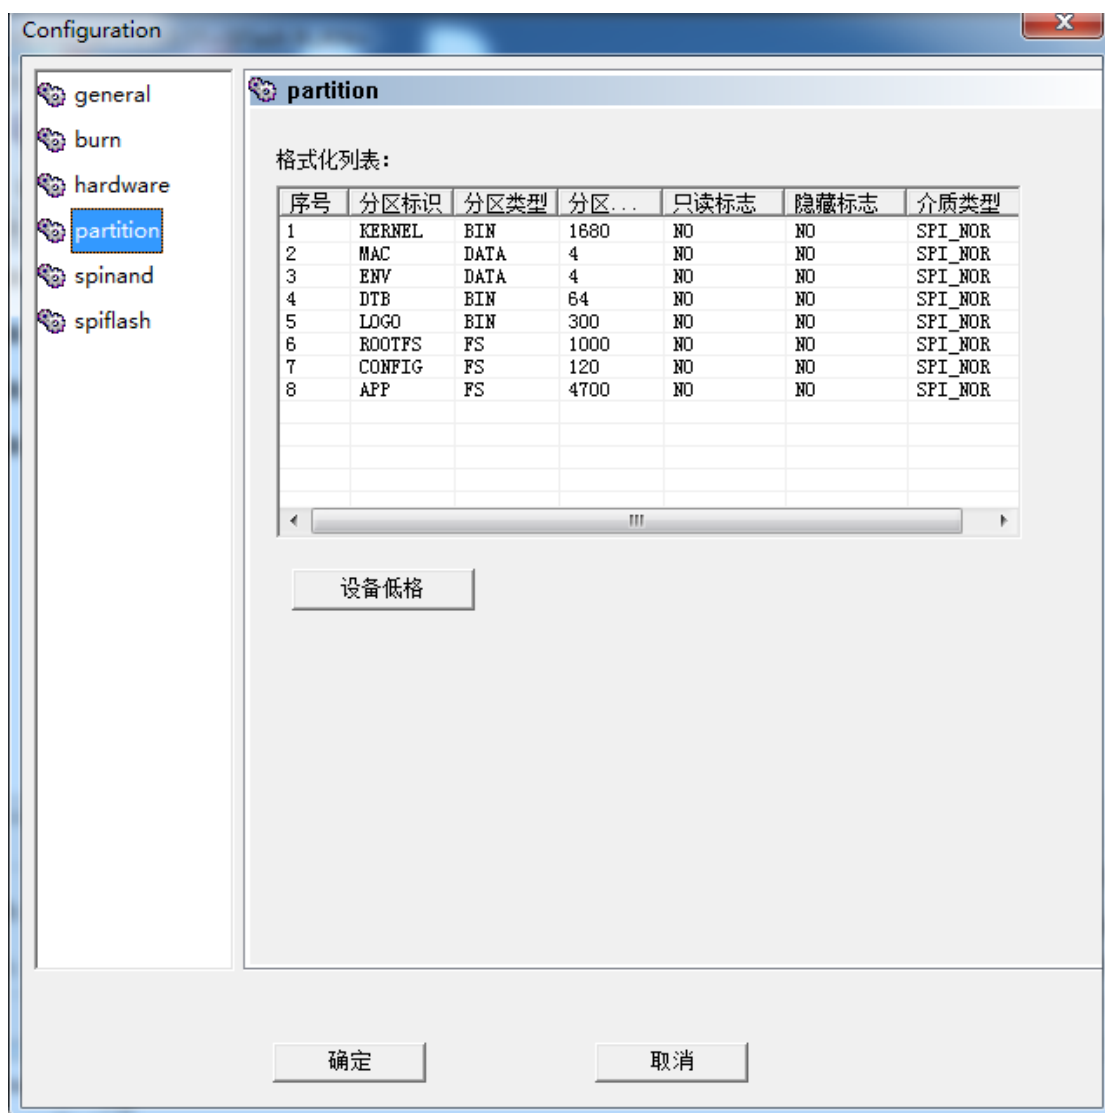

图 3-9 AK39E 芯片的 spi 烧录的 partition 的设置
- 1) 根据需要下载 bin 文件的个数，data（如：MAC、ENV 等）的个数，挂的盘数，配置相应的盘的信息，具体配置界面如图 3-9 所示。